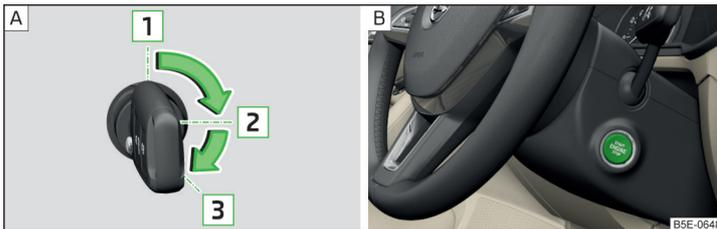

Abb. 229 Positionen des Fahrzeugschlüssels im Zündschloss / Starterknopf
Positionen des Fahrzeugschlüssels im Zündschloss » Abb. 229 - **A**
- Den Knopf drücken » Abb. 229 - **B**, die Zündung wird ein-/ausgeschaltet.
- Bei Fahrzeugen mit **Zündschloss** den Schlüssel in die Position **3** drehen » Abb. 229 auf Seite 195 - **A**, es erfolgt der Startvorgang. Dann den Schlüssel loslassen, der Motor springt automatisch an.
- Bei Fahrzeugen mit **Starterknopf** den Knopf kurz drücken » Abb. 229 auf Seite 195 - **B**, der Motor springt automatisch an.
- Bei Fahrzeugen mit **Zündschloss** den Schlüssel in die Position **1** drehen » Abb. 229 auf Seite 195 - **A**.
- Bei Fahrzeugen mit **Starterknopf** den Knopf drücken » Abb. 229 auf Seite 195 - **B**, der Motor und die Zündung werden gleichzeitig ausgeschaltet.
➤ Den Knopf gedrückt halten » Abb. 229 auf Seite 195 -  oder zweimal innerhalb von 1 Sekunde drücken.